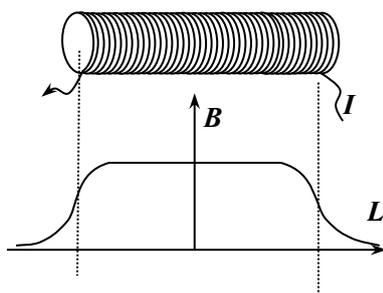

图 3-8 螺线管磁感应强度示意图
式中  $n$  为螺线管单位长度匝数,  $I$  为电流强度,  $\mu_0$  为真空中磁导率。在螺线管两端, 磁感应强度减弱到大约中部轴线区域的一半 (如图 3-8 所示)。
#### ③ 研究通电螺线管轴向磁场分布（参考图 3-8）：